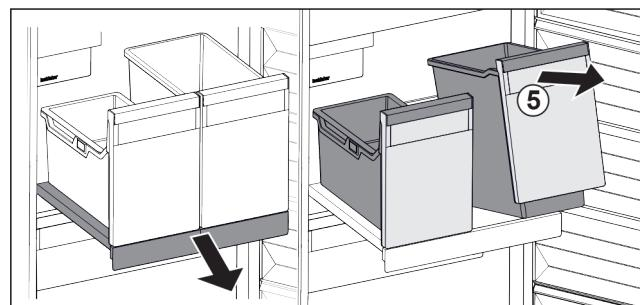

Fig. 123
- Повдигнете съда Fig. 123 (5) отпред.